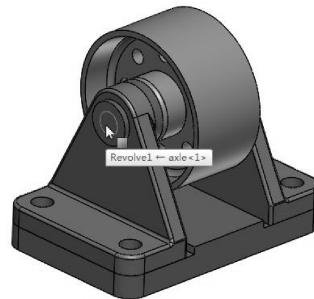
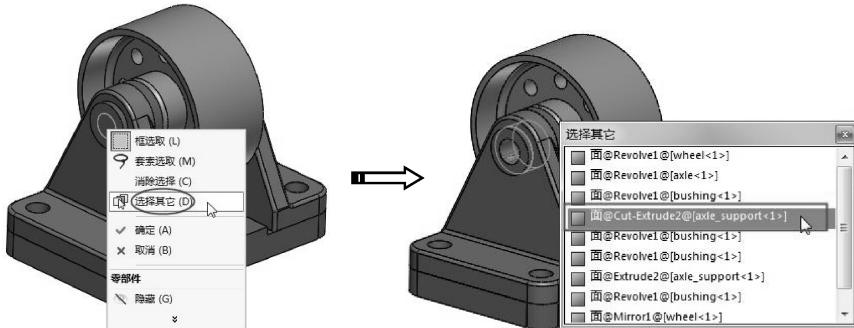

图 5-58 右键选择轴
图 5-59 选择测量起点
- 在图形区域中用右键单击轴的中心，选择【选择其他】命令，然后选择 Axle\_support <1> 上镗孔的面，如图 5-58、图 5-59 所示。